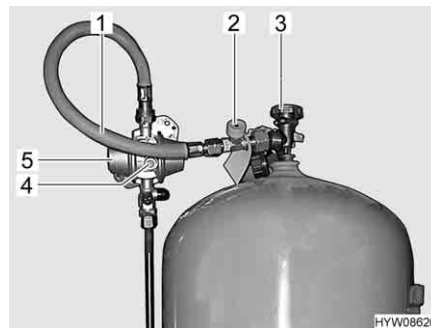

Fig. 42 Raccordo bombola del gas
- Chiudere la valvola principale di arresto (valvola di sicurezza) (Fig. 42,3) della bombola del gas. Osservare la direzione della freccia.
- Svitare il tubo del gas (Fig. 42,1) dalla bombola del gas (generalmente filettatura sinistra).
- Premere con forza il dispositivo antirottura della tubazione (Fig. 42,2) e tenerlo premuto per ca. 5 secondi.
- Premere con forza il pulsante verde (Fig. 42,4) del regolatore di pressione del gas (Fig. 42,5) e tenerlo premuto per ca. 5 secondi. La sorveglianza della pressione è attivata.